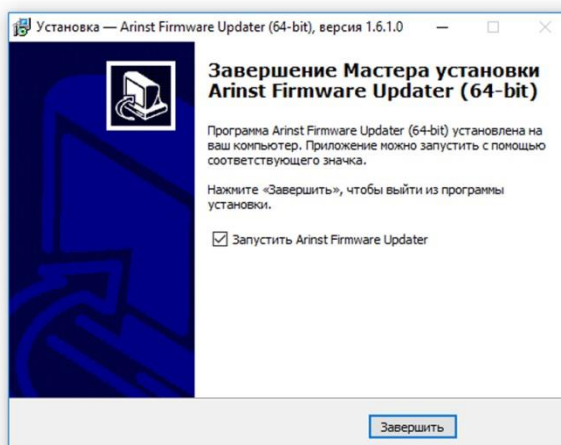

Рисунок A1.9 – Сообщение мастера установки приложений.
1.8. Завершив установку загрузчика (приложения Arinst Firmware Updater) мастер установки приложений сообщит пользователю, что приложение установлено. Для того, чтобы приложение было запущено сразу после выхода из мастера установки, установите «галочку» напротив соответствующей опции. Нажмите кнопку **Завершить** для выхода из мастера установки (Рисунок A1.9).